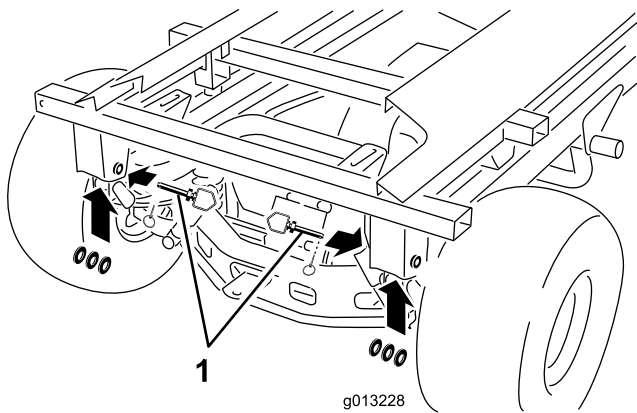

Рисунок 2
10. Извлеките задние шпильки, палец сцепного устройства и шайбы (Рисунок 2).